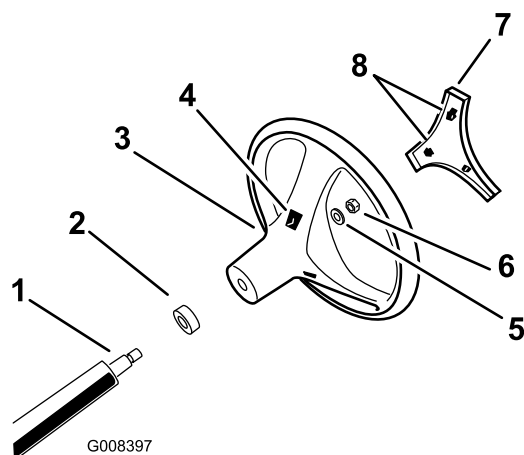

図 3
4. 図3に示すようにロックナットでハンドルを固定し、2429 N.m/2.53.0 kg/m = 1822 ft-lb にトルク締めする。
5. ハンドルのセンターカバーをハンドルのスロットに合わせて押し込み、センターカバーをハンドルハブに固定する 図3。